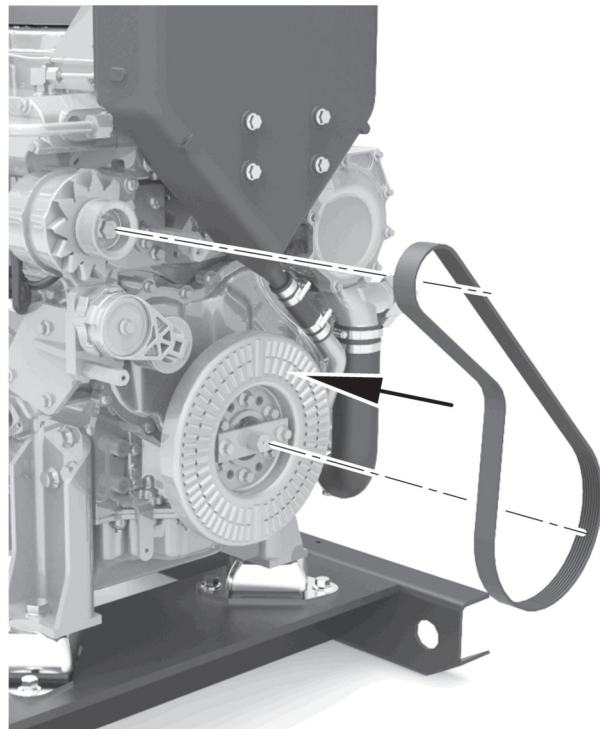

Figure 16
3. Posez la courroie neuve correctement, comme montré à la figure 16. Vérifiez que la courroie est complètement engagée sur les poulies. La tension correcte sera obtenue automatiquement lorsque le cliquet est retiré.